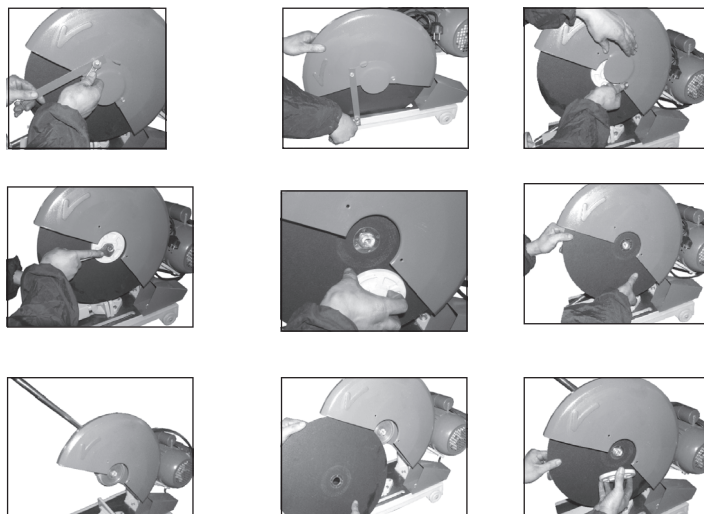

рис. 2
- замену диска производить как показано на (рис. 2).
7.2 Если диск останавливается во время работы, издаёт странный шум или начинает вибрировать, немедленно выключите инструмент. Замените треснувший или повреждённый диск на новый (см. рис. 2).